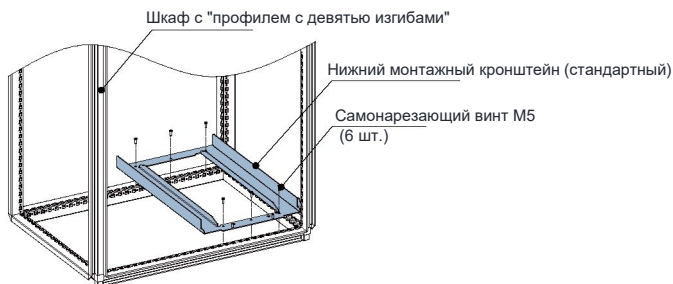

Рис. 1-10 Установка нижнего монтажного кронштейна
2. Закрепить нижний монтажный кронштейн в шкафу с "профилем с девятью изгибами". Использовать шесть самонарезающих винтов M5 для крепления монтажного кронштейна к основанию стойки шкафа с "профилем с девятью изгибами", как показано на рис. 1-10 на стр. 22.